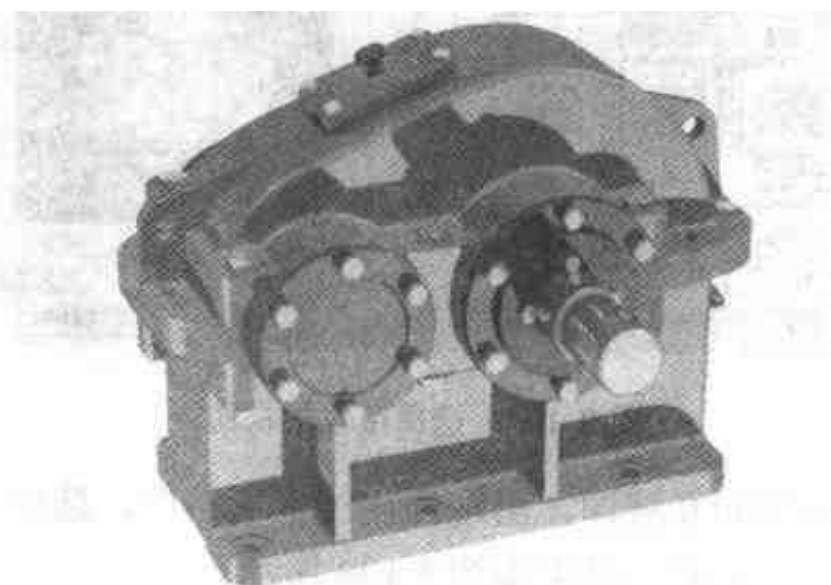

图 3.195 完成总装配
- (7) 减速器的全部零件都已安装完成，在右侧【设计树】中将所有的压缩零件解压缩，结果如图 3.195 所示。